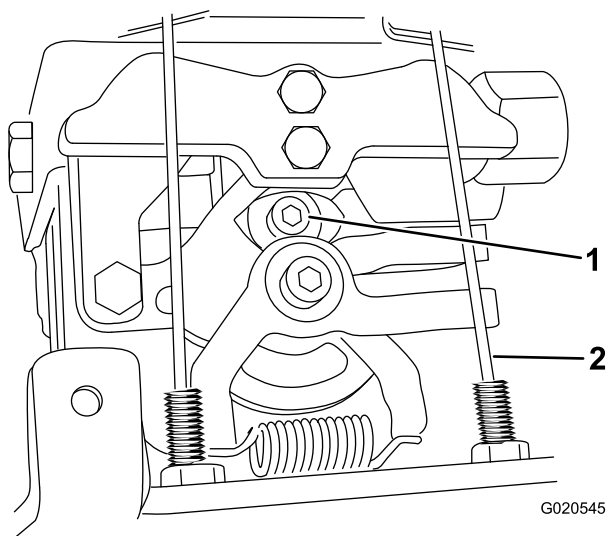

Figura 26
6. Afloje el tornillo de bloqueo (Figura 26) hasta que pueda rotar el brazo de retorno.